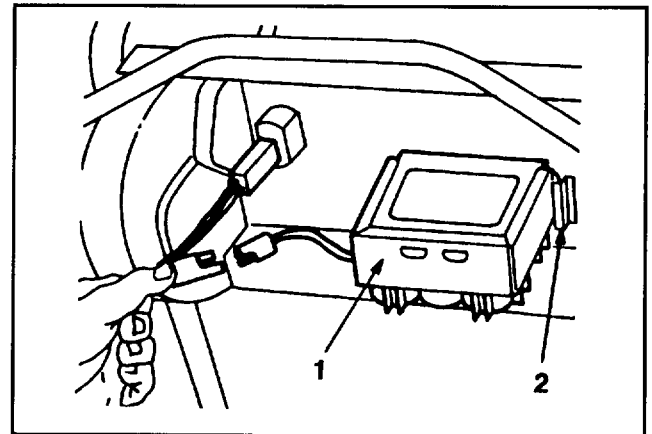

Abbildung 7
- Siehe Batterieaufladung, Seite 11. Die Batterie mit der Aufkleberseite Richtung Betreiber, zwischen die Haltenuten auf der Rückseite des Schaltkastens schieben (Abb. 7).